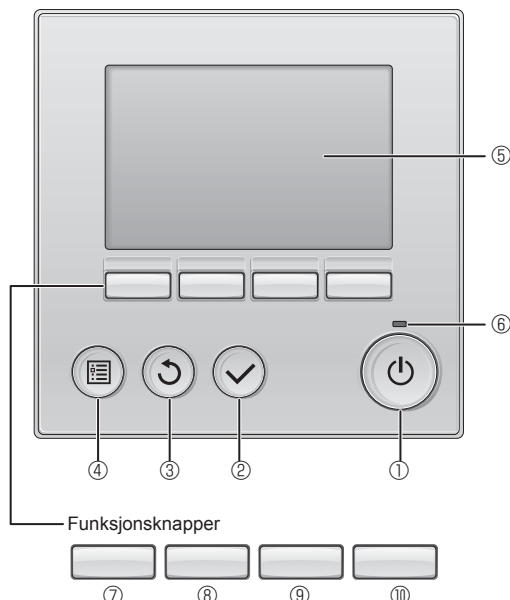

Fig. 6-1
6.2.1. Bruke den trådløse fjernkontrollen (Fig. 6-1)
① [PÅ/AV]-knapp